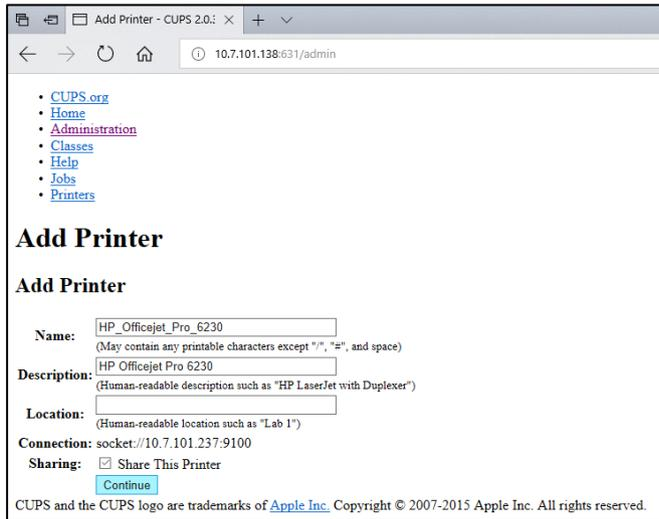

Abbildung 76: Bildschirm Add Printer (Drucker hinzufügen)
5. Wählen Sie Share this printer (Diesen Drucker freigeben) und drücken Sie auf Continue (Weiter) (Abbildung 76, nächste Seite).